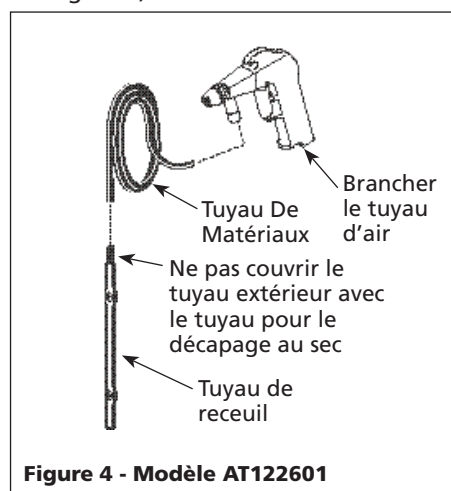

Figure 4 - Modèle AT122601
1. Attacher le tuyau de matériel au tuyau de recueil. Placer le tuyau de recueil dans le sac de matériel. (Voir Figure 4).